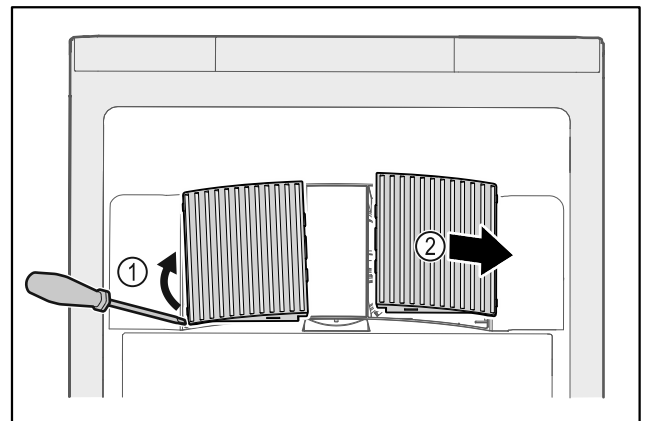

Fig. 200
- ▶ Estrarre con cautela i coperchi delle ventole dai lati Fig. 200 (1) e rimuoverli in avanti Fig. 200 (2).